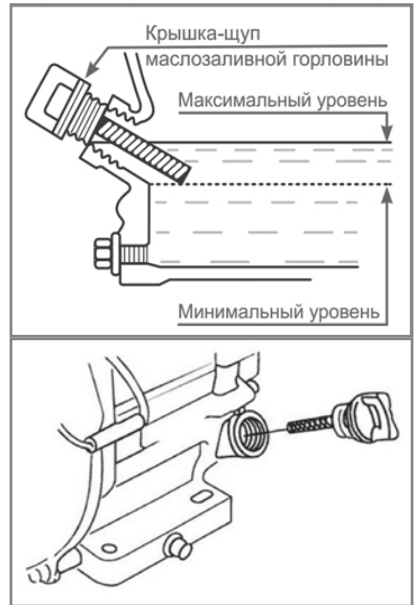

Рис. 9 Крышка-щуп маслозаливной горловины
2. Открутите крышку-щуп маслозаливной горловины и извлеките щуп (Рис. 9)
2. Выкрутите крышку-щуп маслосаливной горловины и извлеките щуп (Рис. 9).